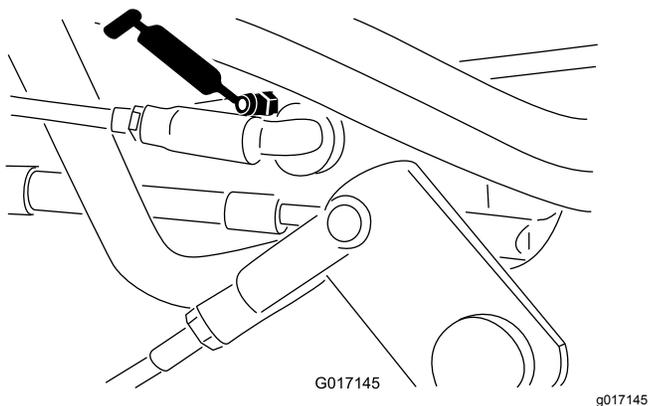

**Figura 34**
- Acoplamiento del selector de velocidad (Figura 34 y Figura 35)